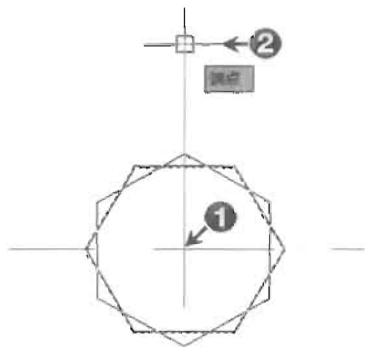

图 6-57
(4) 单击“修改”工具栏上的“旋转”按钮, 将其绕辅助线交点旋转, 结果如图 6-57 所示, 命令执行过程如下。